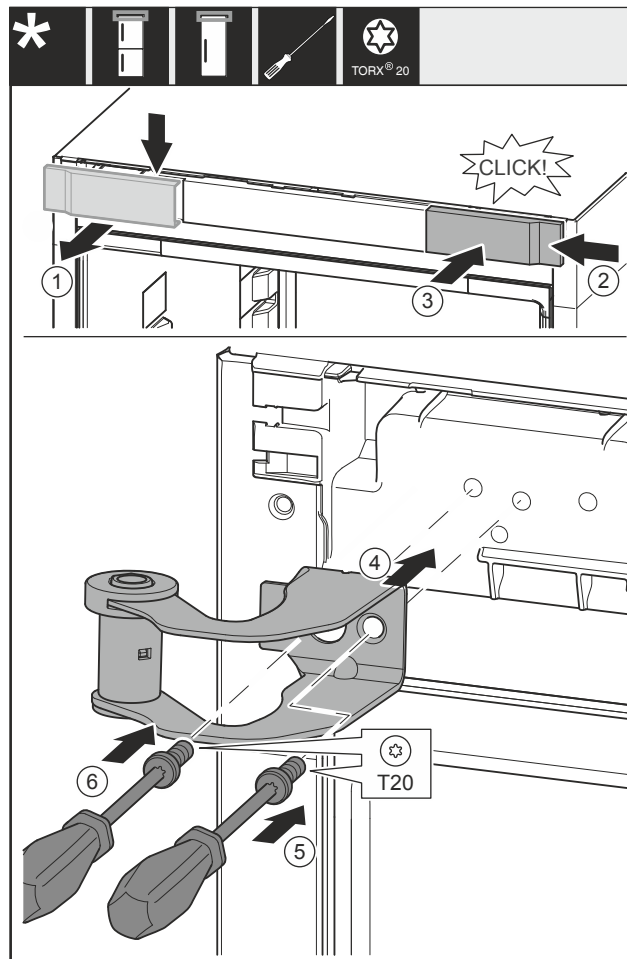

Fig. 34
- Снимите крышку Fig. 34 (1) сверху вперед.
- Навесьте крышку Fig. 34 (2), повернув ее на 180°, справа с другой стороны.
- Зафиксируйте крышку Fig. 34 (3).
- Установите верхний опорный кронштейн Fig. 34 (4).
- Затяните винт Fig. 34 (5).
- Затяните винт Fig. 34 (6).